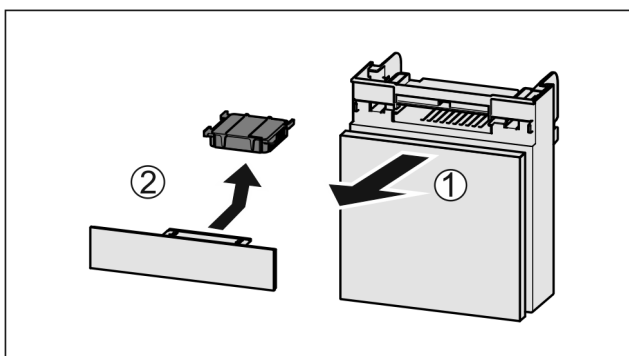

Fig. 80
- ▶ Extraire le compartiment par l'avant Fig. 80 (1).
- ▶ Sortir le filtre à charbon actif Fig. 80 (2).